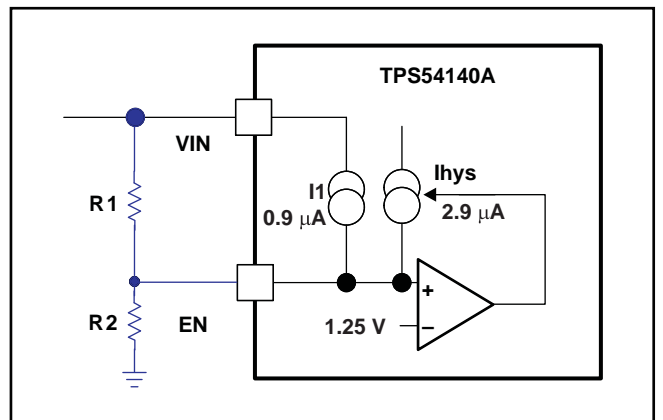

図 28. 調整可能な低電圧誤動作防止 (UVLO)
VINピンの電圧が2.5Vを下回ると、TPS54140Aはディセーブルになります。アプリケーションで、より高い値での低電圧誤動作防止 (UVLO) を必要とする場合は、図28のようにENピンを使用し、2個の外付け抵抗で入力電圧UVLOを調整します。UVLO調整抵抗の使用は必須ではありませんが、一貫したパワーアップ動作を実現するために使用を推奨します。ENピンには0.9 μ Aの内部プルアップ電流源I1があり、ENピンがフローティングのときにTPS54140Aが動作するデフォルト状態を提供します。ENピンの電圧が1.25Vを超えると、2.9 μ AのヒステリシスI_{hys}が追加されます。この追加電流により、入力電圧のヒステリシスを実現できます。入力電圧の外部ヒステリシスは、式 (2) を使って設定します。入力スタート電圧は、式 (3) を使って設定します。